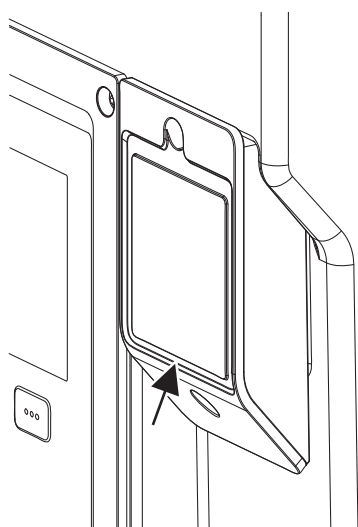

Fig. 32: Afdækning til Wilo-Smart Connect modul BT
1. Løsn skruen på Wilo-Smart Connect-modulafdækningen (Fig. 32), og åbn afdækningen.
På grund af konstruktionen kan Wilo-Smart Connect modul BT kun sættes på i en bestemt retning. Der skal ikke ske nogen yderligere fiksering af selve modulet. Wilo-Smart Connect-modulafdækningen (Fig. 32) på elektronikmodulets overdel holder modulet fast i grænsefladen.